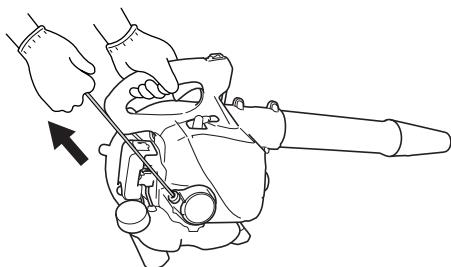

Fig. 7
3. Tire enérgicamente del arrancador de retroceso, tomando la precaución de mantener el asidero bien sujetado para evitar que se escape de la mano. (Fig. 7)